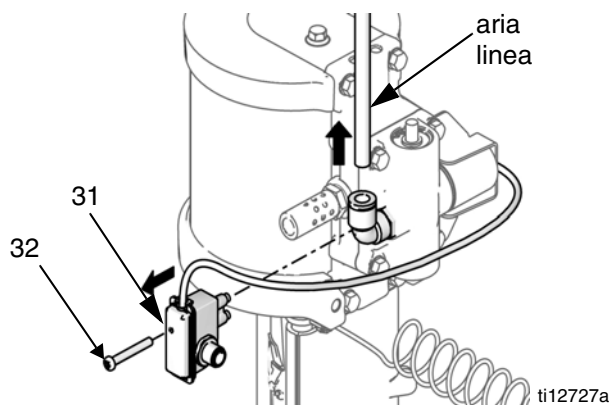

FIG. 3: Rimozione dell'interruttore a lame e della linea dell'aria
1. **Per motori con DataTrak:** rimuovere la vite per scollegare l'interruttore a lame dalla valvola pneumatica. Vedere FIG. 3, pagina 9.
2. Utilizzare una chiave a tubo da 10 mm per rimuovere quattro viti (18). Rimuovere la valvola pneumatica (17) e la guarnizione (16*♦).
4. Rimuovere quattro viti (18), quindi rimuovere il collettore (15*) e due guarnizioni (14*).
5. Utilizzare una chiave a tubo da 10 mm per rimuovere le valvole pilota (19) dal coperchio superiore e da quello inferiore.